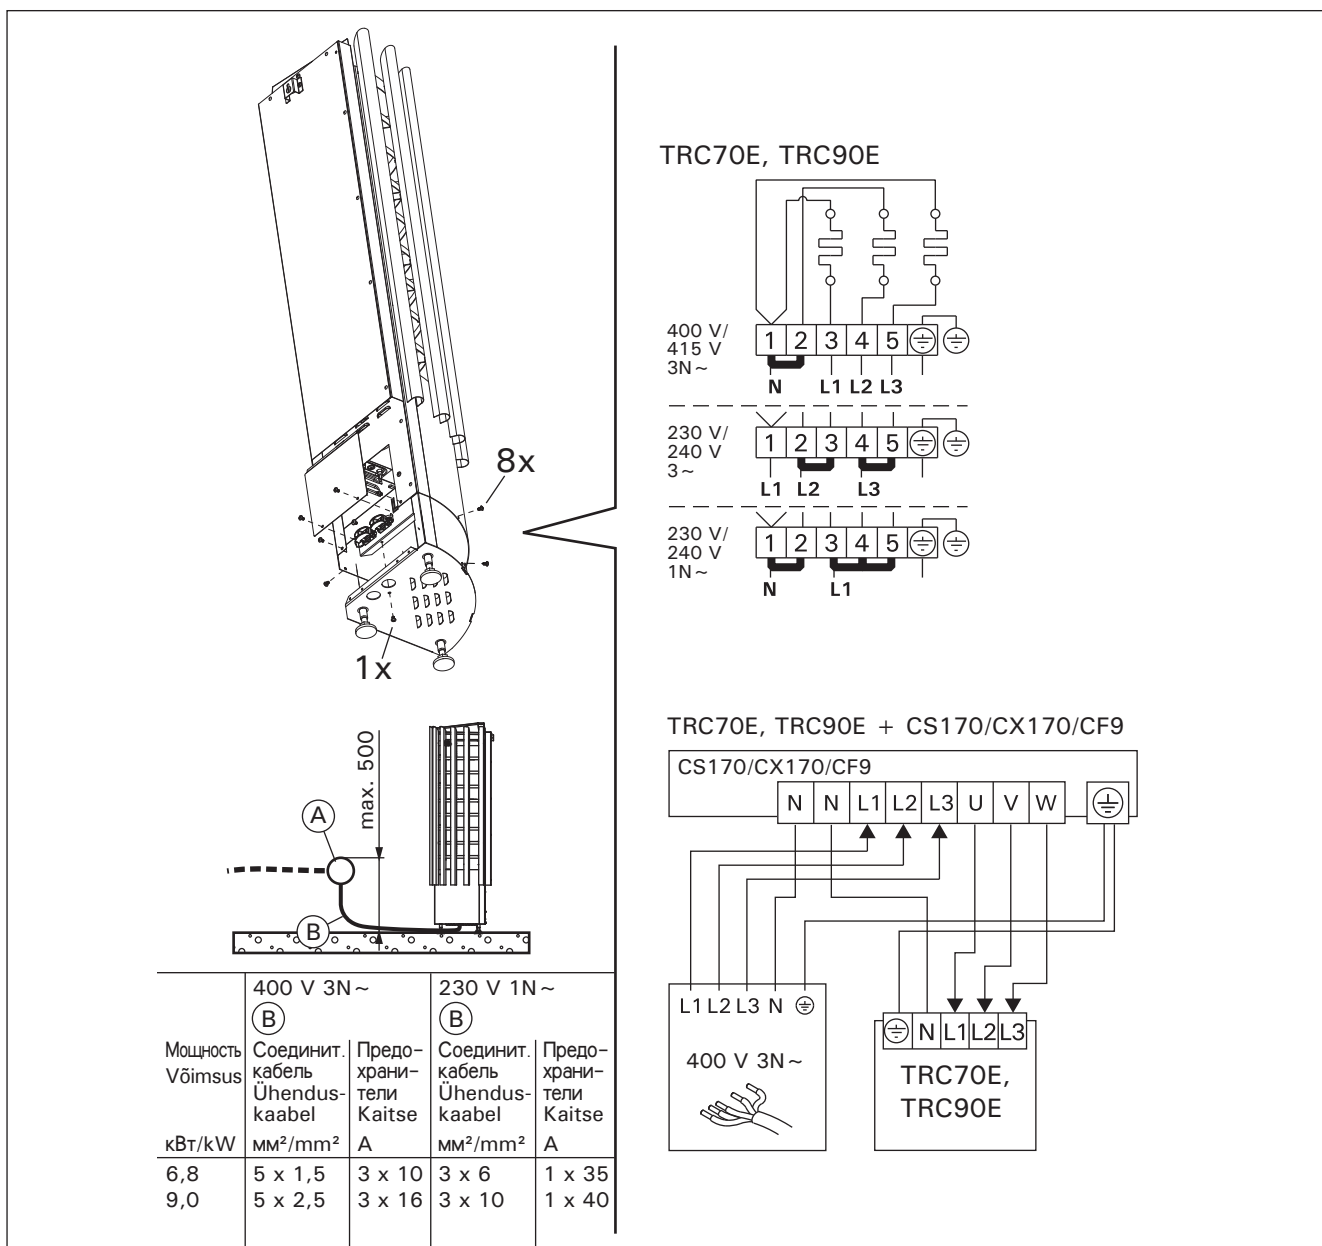

Рисунок 5. Электромонтаж
- Каменка гибким проводом подсоединяется к соединительной коробке (рис. 5: A) на стене сауны. Соединительная коробка должна быть брызгозащищенной и находиться на расстоянии не более 500 мм от пола.
- В качестве кабеля (рис. 5: B) следует использовать резиновый кабель типа HO7RN-F или подобный. **ВНИМАНИЕ! Использование кабеля с ПВХ-изоляцией запрещено вследствие его разрушения под воздействием тепла.**